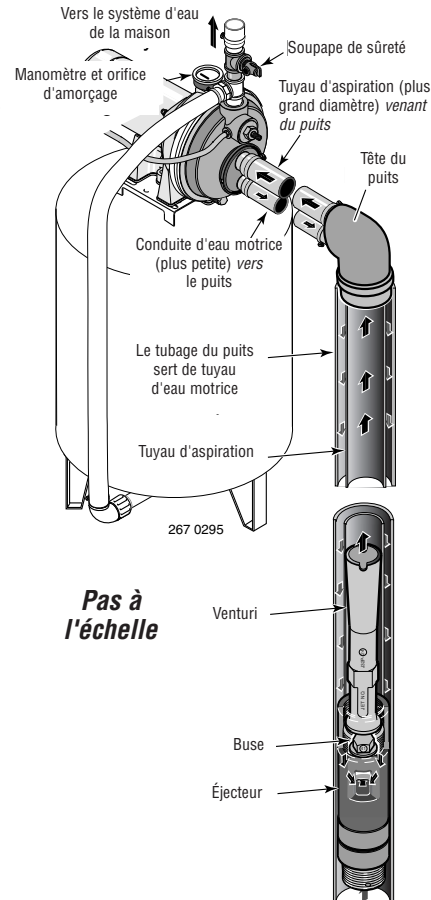

Figure 11 : Puits profond de 2 pouces (à un seul tuyau)
PUITS DE 2 POUCES (Figure 11)
- 3 ° Assembler le nécessaire d'éjecteur FP4840 et 29670 (vendu séparément), la tuyauterie du puits et l'adaptateur de la tête du puits conformément aux instructions fournies avec l'éjecteur. Voir la Figure 11. Utiliser un tuyau de descente galvanisé muni de raccords usinés pour assurer un débit adéquat. Suivre les instructions fournies avec le nécessaire de façon à assortir la buse et le venturi aux conditions du puits.